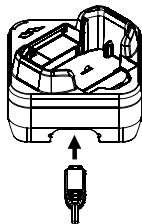
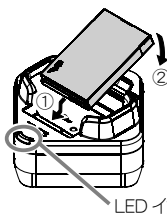

図1：コネクタの先端形状を確認し差し込む
図2：電池/パック単体で充電する
- ① ACアダプターのコネクタを充電器の側面にある電源ソケットに差し込みます（図1）。
- ② ACアダプターをACコンセントへ確実に差し込むと、充電器のLEDインジケータが約1秒間緑色に点灯し電源が入ります。
- ③ 充電器に電池/パックの端子側①から挿入し②へ差し込みます（図2）。